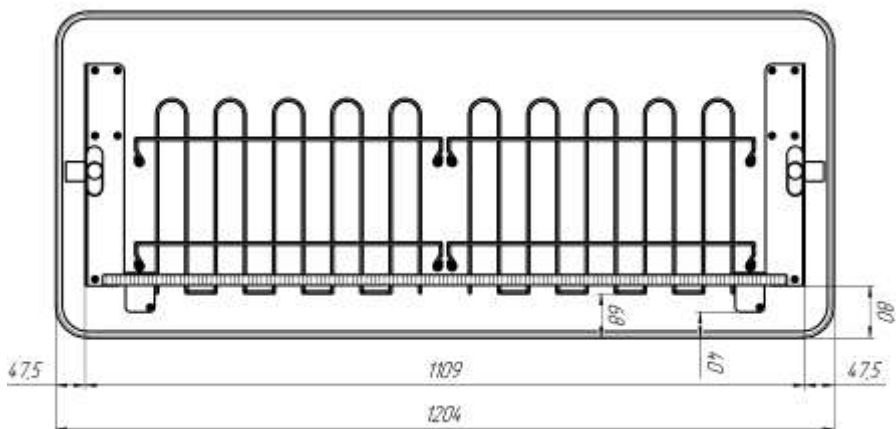

Рисунок 1. Разметка расположения деталей на столешнице.
4.2. Стойки левую и правую поз.2л и поз.2п разместить на столешнице в соответствии с Рис.1 и прикрутить шурупами 4.2x19 ПШ поз.10.
4.3. Держатели царги поз.4 разместить на столешнице в соответствии с Рис.1 и прикрутить шурупами 4.2x19 ПШ поз.10.
4.4. Лотки поз.7 разместить на столешнице в соответствии с Рис.1 и прикрутить шурупами 4.2x19 ПШ поз.10.